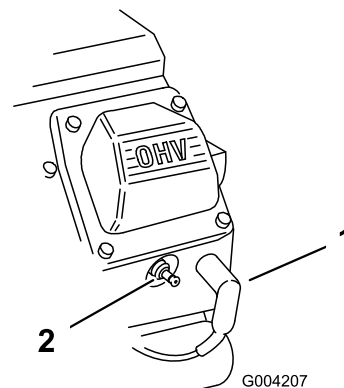

Figure 23
2. Débranchez les bougies (Figure 23).
3. Rebranchez les bougies (Figure 23).